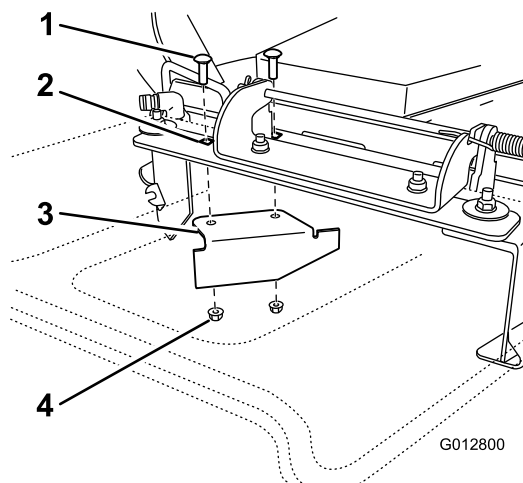

Figura 35
11. Nel sacchetto delle parti sciolte, individuate il deflettore di chiusura. Rimuovete gli elementi di fissaggio dai fori posteriori della piastra di scarico. Montate il deflettore nell'apertura di scarico laterale sul piatto di taglio (Figura 35).